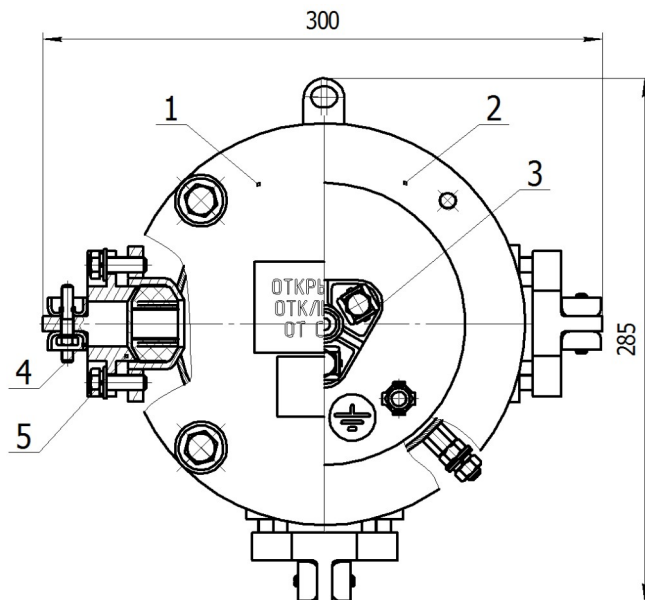

Рисунок 1 - Муфта тройниковая шахтная ТШМ-60 (1 - крышка; 2 - корпус; 3 - панель изоляционная; 4 — нажимная скоба; 5 - фланец нажимной)
5.1 Муфта (рисунок 1) состоит из следующих основных узлов и деталей: корпуса (поз. 2), крышки (поз. 1), изоляционной панели (поз. 3).